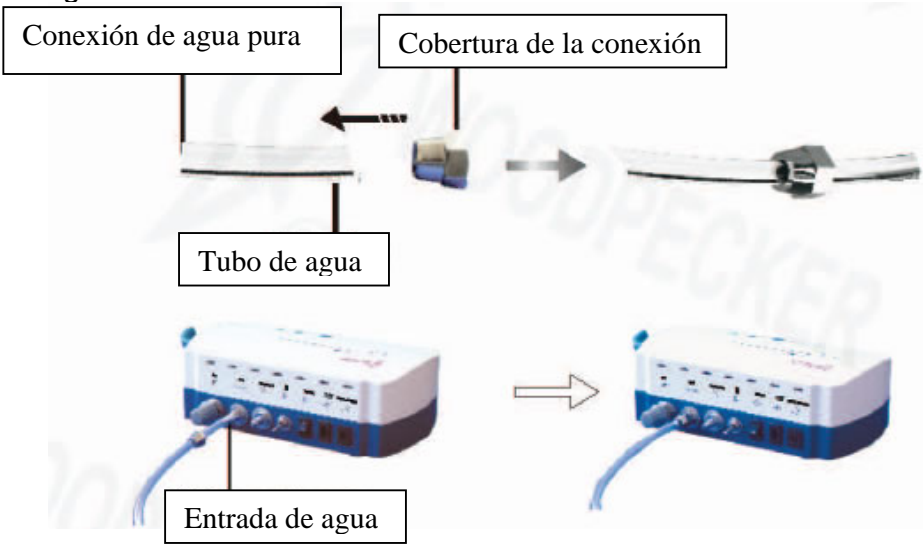

FIGURA 3
c) Croquis para conexión del sistema de fuente de agua son mostrados en la figura 3.